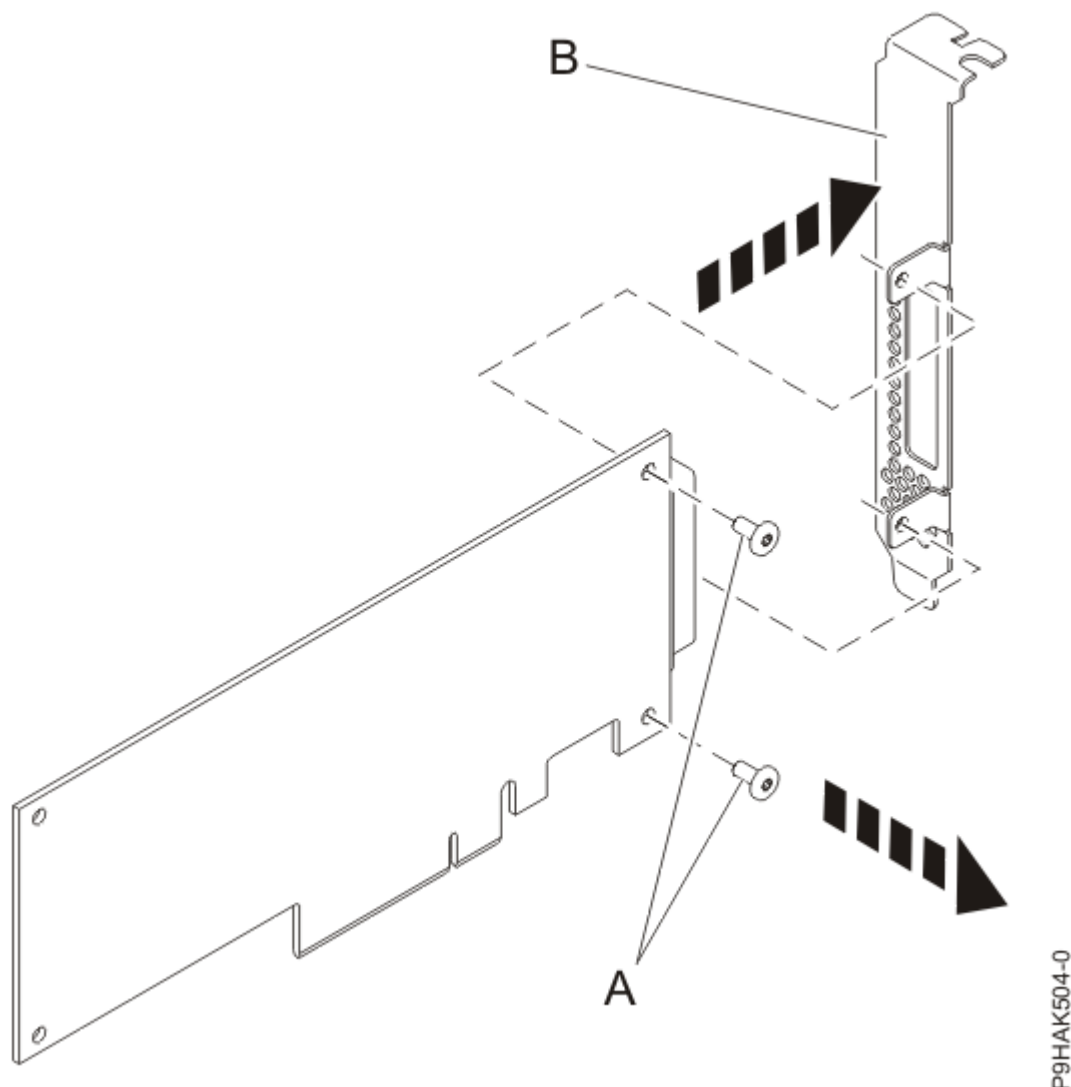

Figura 67. Extracción de la contrapunta de perfil alto de un adaptador nuevo
8. Mediante un destornillador de estrella, desenrosque los dos tornillos **(A)** que sujetan la contrapunta de perfil alto **(B)** al nuevo adaptador, tal como se muestra en la Figura 67 en la página 91.